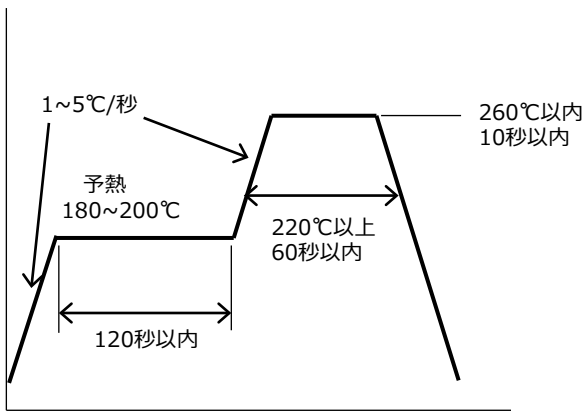

図9. リフロー推奨条件
- ①リフローはんだは2回まで可能です。
- ②リフロープロファイルは図9の条件を参考に、ご使用になるはんだの推奨条件に合わせてください。
- ③ピーク温度からの冷却温度勾配は、急冷却を避けてください。
- ④大気リフローの場合、リフロー時の熱や雰囲気の影響により、光学的劣化を起こすことがあります。リフローに際しては、窒素リフローを推奨します。